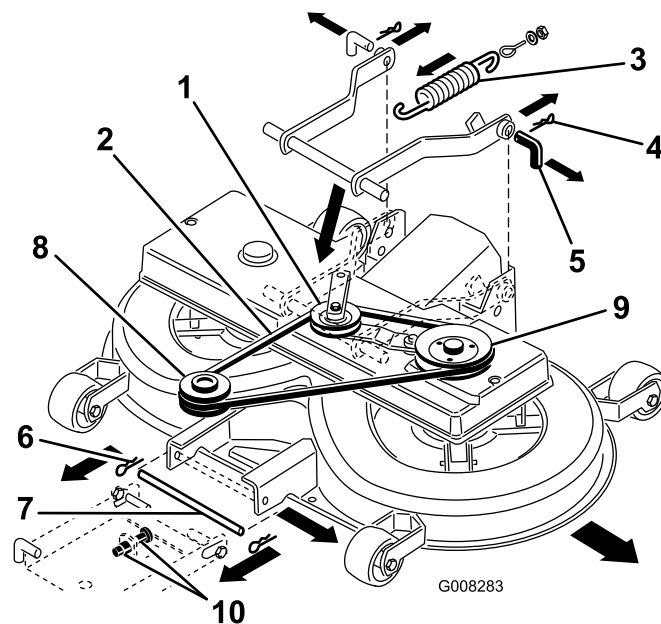

Figura 39
8. Tire del brazo tensor hacia dentro y retire la correa en V de la polea (Figura 39).
9. Desconecte el muelle de la palanca (Figura 39).
11. Retire las chavetas de los 2 pasadores traseros y retire los pasadores (Figura 39).
12. Retire la chaveta del pasador delantero y retire el pasador (Figura 39).
13. Retire la correa en V de la polea del motor (Figura 39).
7. Mueva el pasador inferior de la suspensión delantera a la posición inferior de las ranuras, ajustando las dos tuercas M12 de la suspensión delantera (Figura 39).